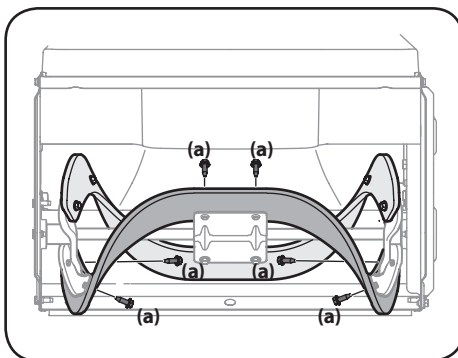

Figure 4-7
3. Pour retirer les palettes, dévissez les boulons hexagonaux (a) qui les retiennent à la tarière. Voir Figure 4-7.